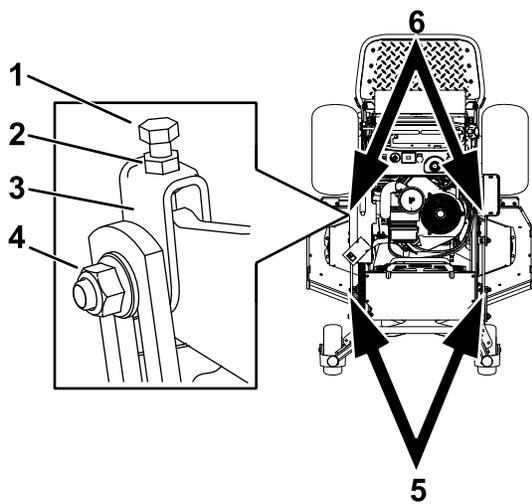

Рисунок 96
- Ослабьте затяжку контргайки и бокового болта в вилках, которые вы хотите отрегулировать (Рисунок 96).
- Для регулировки высоты деки газонокосилки поверните верхние болты вилок (Рисунок 96).
- Если результат измерения неправильный, найдите 2 передние вилки на машине (Рисунок 96).